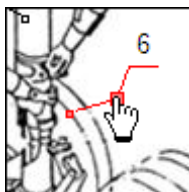

Рис. 5.129
- Нажмите левой кнопкой мыши на линию в месте предполагаемого перегиба. На линии появится значок, индицирующий место перегиба (Рис. 5.129).